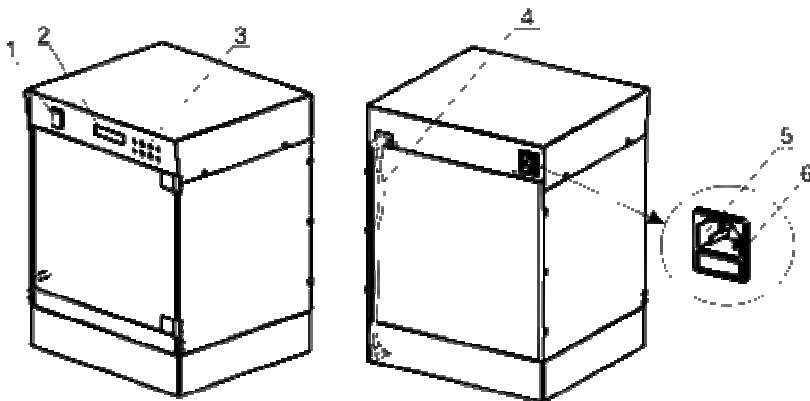

Fig.1 Struttura dell'unità
- interruttore di alimentazione (fig.1/1);
- display (fig.1/2);
- pulsanti di comando (fig.1/3).
- cavo di controllo del blocco di agitazione (fig.1/4);
- presa per il collegamento del cavo di alimentazione (fig.1/5);
- portafusibile (fig.1/6).
- collegare il cavo di controllo dell'agitatore (fig.1/4) nelle prese corrispondenti situate nella parte posteriore del blocco termostatico e del blocco di agitazione;
- Inserire il cavo di alimentazione nella presa sul lato posteriore (fig.1/5) e posizionare l'unità in modo che interruttore e connettore siano facilmente raggiungibili;